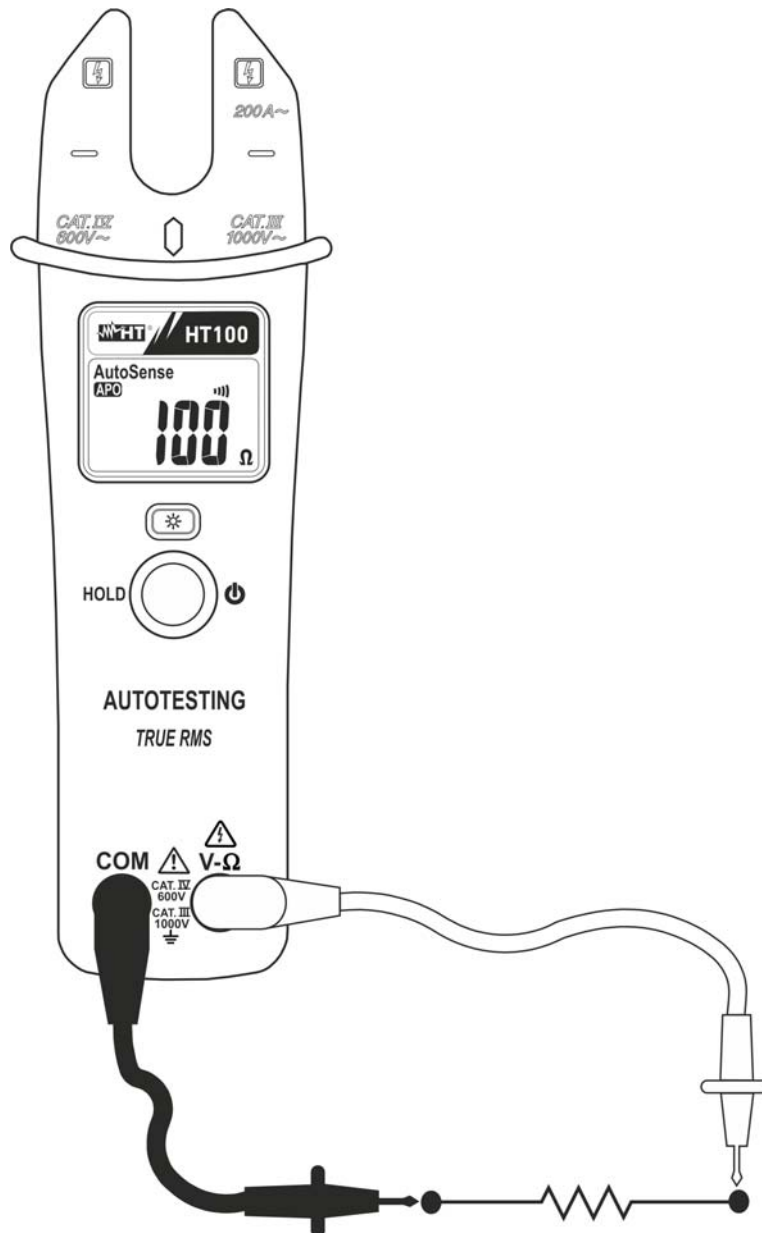

Fig. 5: Uso del instrumento en la medida de resistencia
2. Conecte las dos puntas de prueba en el circuito a medir (ver Fig. 5), y lea el valor de la resistencia mostrado en el visualizador.